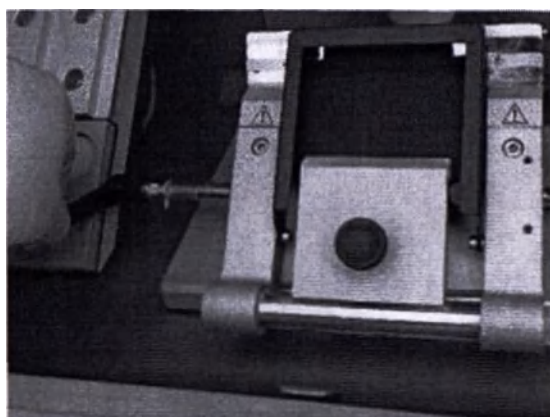

Рисунок 9.10
2. Потяните за рычаг для снятия держателя лезвий так, чтобы его вал вышел (из корпуса держателя лезвий) примерно на 3,8 см (Рисунок 9.10).